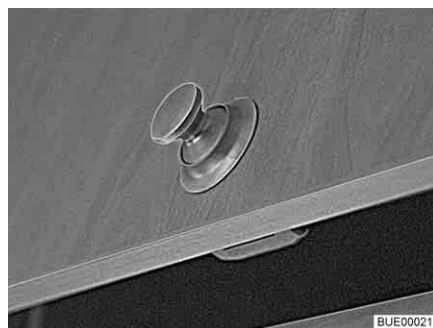
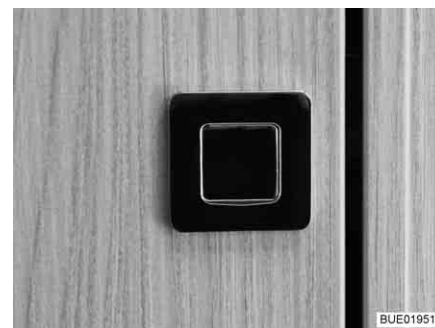

Fig. 55 Sportello del mobile con bottone automatico rotondo
Fig. 56 Sportello del mobile con bottone automatico rettangolare
- Esercitare una pressione sulla parte interna della serratura. Il bottone automatico (Fig. 55 o Fig. 56) scatta all'infuori.